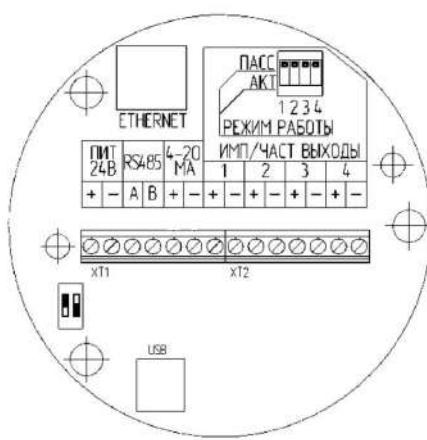

Рисунок 2.20. Кросс-плата.
- **Максимальный уровень.** Полный контроль. Активируется включением переключателя SW1.1., см Рисунок 2.20. Только для авторизированных пользователей.